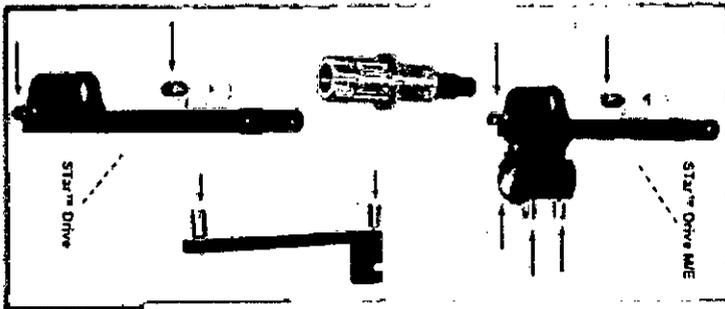

Figura 3. Comprobación de piezas
2. Confirme que estén presentes todos los tornillos. (Ver Figura 3)